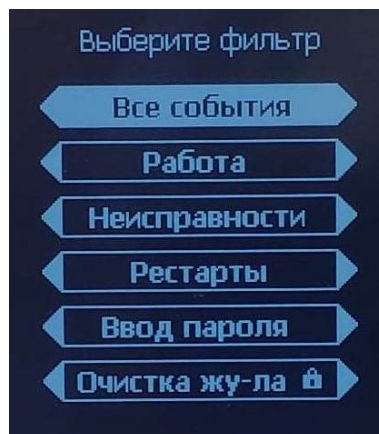

Рисунок 2 – Фильтр журнала событий
1. «Журнал» – раздел предназначен для просмотра журнала событий. В журнале предусмотрен фильтр событий (см. рисунок 2). При выборе пункта «Все событий» выводятся все записи журнала (см. рисунок 3).